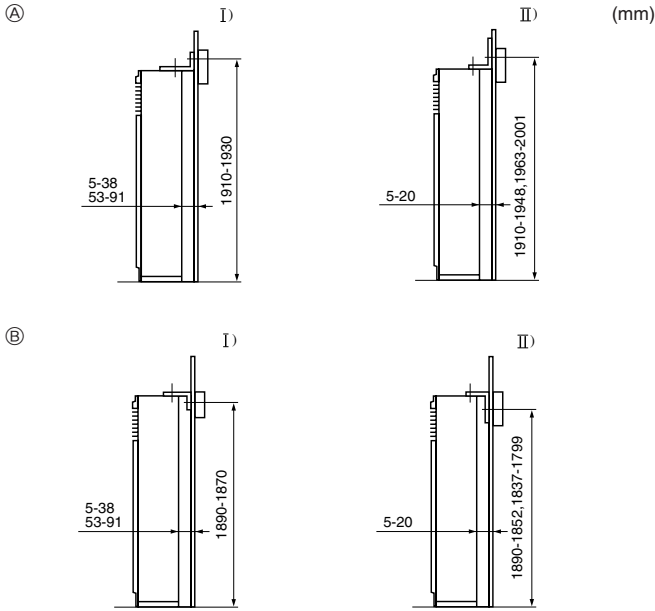
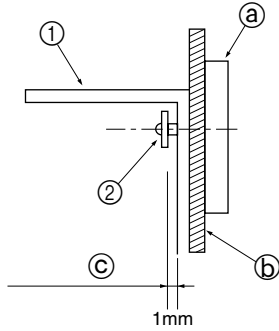

Fig. 3-3
Fig. 3-4
Devrilmeyi engelleyen köşebent ①, ünitenin üst yüzeyine takılır. Kılavuz vidaları ② çıkartın ve şekilde gösterildiği gibi köşebendi yeniden takın. Doğru takma mesafeleri için, Fig. 3-3'e bakınız.
3.3. Devrilmeyi engelleyen köşebendin montajı (Fig. 3-3)
- (A) Braket yukarı bakar
- (B) Braket aşağı bakar
- İlk olarak köşebendi duvara monte edin ve daha sonra köşebent yukarı ve aşağıya doğru hareket edebilecek şekilde vidaları sıkıştırın. (Fig. 3-4)
- ① Devrilmeyi engelleyen köşebent
- ② Kılavuz vida
- ③ Friz
- ④ Duvar yüzeyi malzemesi
- ⑤ Yaklaşık 1 mm'lik aralık